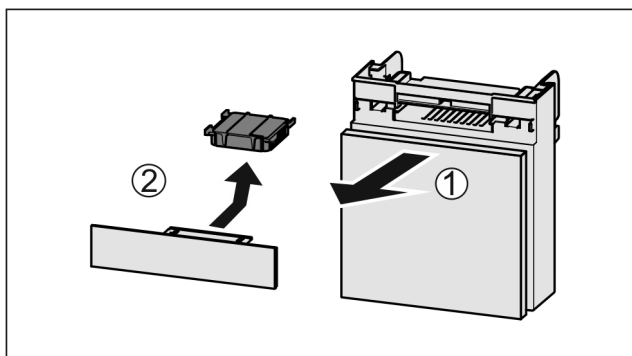

Fig. 255
- Fach nach vorne herausziehen Fig. 255 (1).
- Aktivkohlefilter entnehmen Fig. 255 (2).